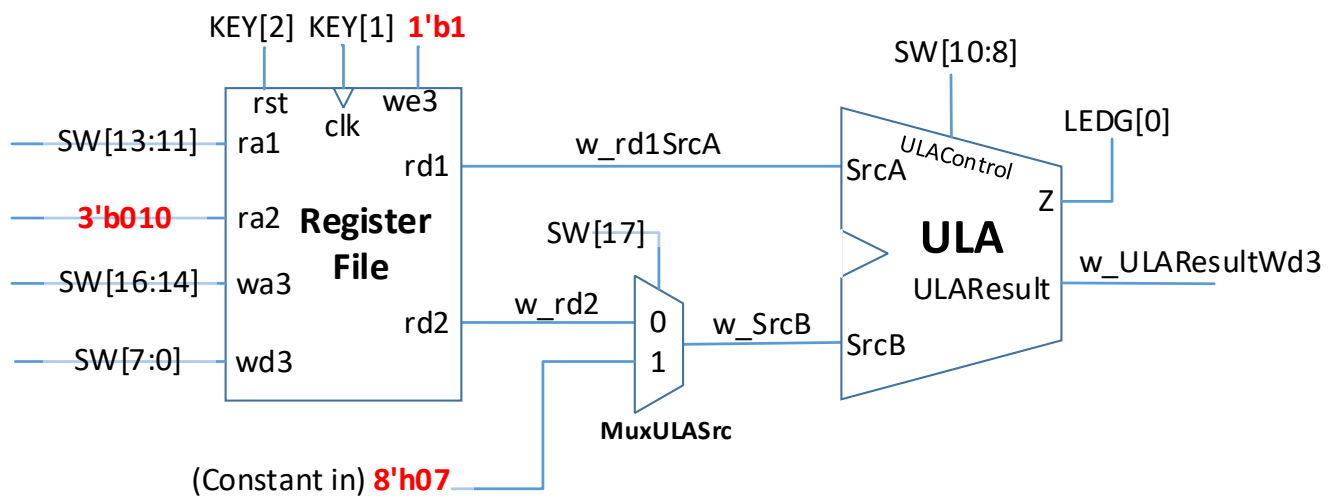

Figura 2 – Diagrama do Datapath
2. Instancie a ULA, o banco de registradores (implementado na sprint anterior) e um MUX de 2x1 de 8 bits, no seu ambiente de testes (Mod\_Teste). A montagem completa é ilustrada na Figura 2. Observe que o MuxULASrc possibilita a entrada direta de constantes de 8 bits na entrada SrcB da ULA.